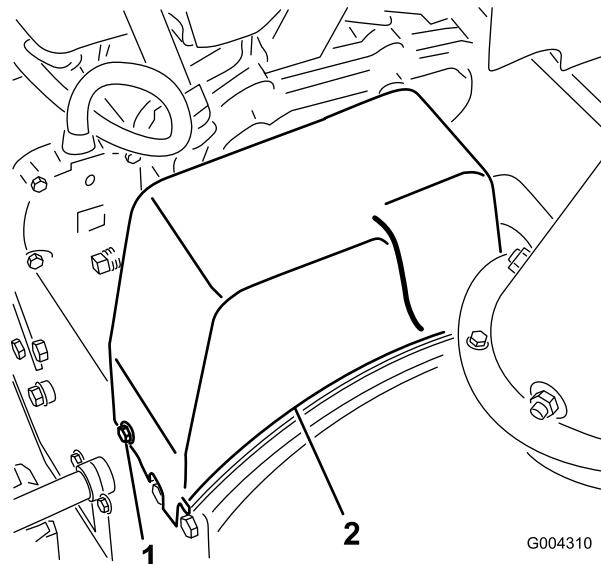

Bild 30
- Entfernen Sie die zwei Schrauben, mit denen die Riemenabdeckung befestigt ist und legen die Abdeckung zur Seite (Bild 30).
1. Entfernen Sie die zwei Schrauben, mit denen die Riemenabdeckung befestigt ist und legen die Abdeckung zur Seite (Bild 30).